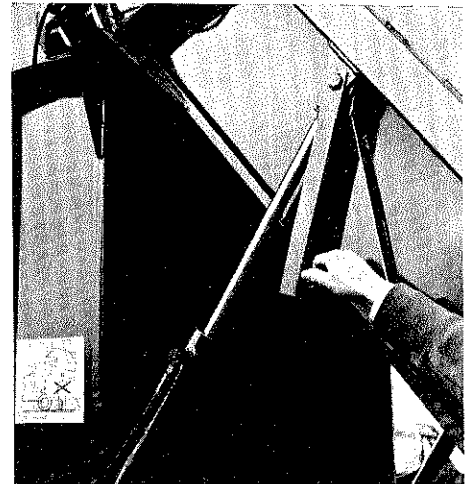
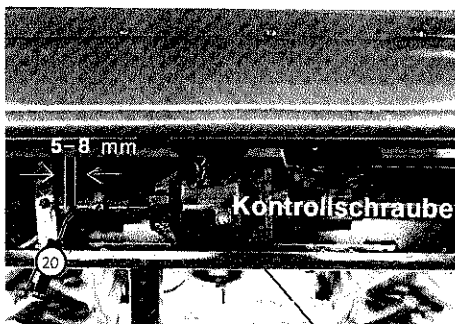
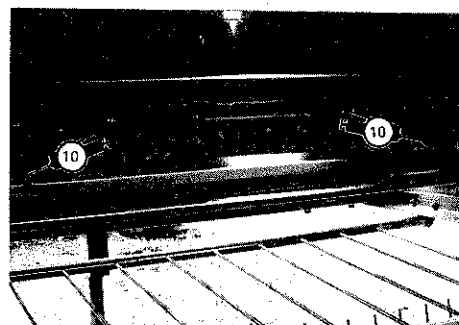

Abb. 7
Abb. 18
Abb. 19
Schmiernippel der Antriebswelle sind innerhalb der Presse (Abb. 19). Nach dem Öffnen beide Sicherheitsstützen an die Hydraulikzylinder klappen (s. Seite 11, Abb. 7). Das Getriebe ist bis zur Kontrollschraube mit 1 Liter SAE 90 gefüllt (s. Abb. 18). Nach den ersten 500 Ballen Ölwechsel vornehmen, dann alle 2000 Ballen.
3. Seil mit Stellmutter am Umlenkhebel kürzen, bis Klauen bei geöffneter Maschine einen Abstand von 5 bis 8 mm (s. Seite 14, Abb. 18).